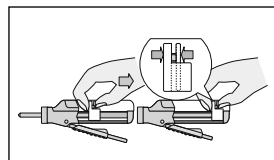

Рис. 2
1. Впевніться, що поршень повністю занурений в диспенсер (рис. 2).